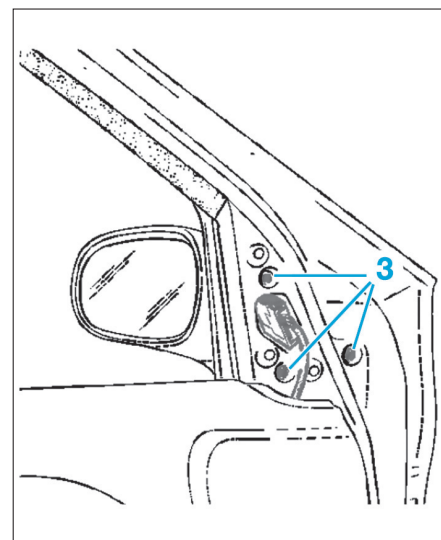

Fig. 44
- l'obturateur (2),
- les trois vis de fixation (3) du rétroviseur (Fig.44).